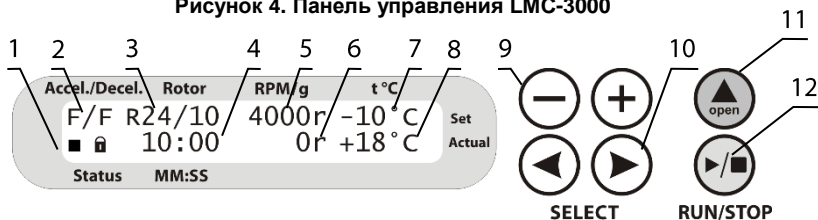

Рисунок 5. Панель управления LMC-4200R
- Установленную температуру рабочей камеры, в °C (только **LMC-4200R**, рис. 5/7);
- Текущая температура рабочей камеры, в °C (только **LMC-4200R**, рис. 5/8).
5.5.5. Температура камеры (рис. 5/7, только для **LMC-4200R**). Выставьте температуру камеры, шаг 1 °С. Охлаждение начинается независимо от центрифугирования.